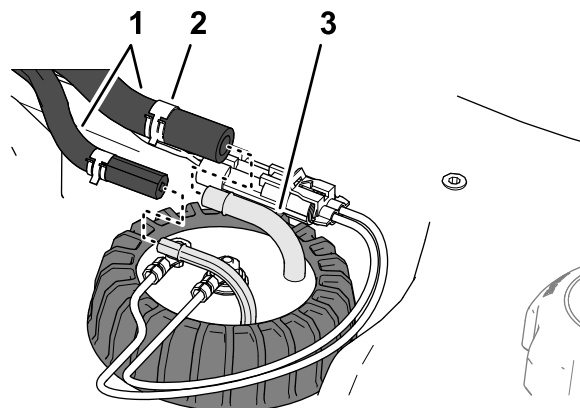

Figura 125
4. Deplasați clemele care fixează furtunurile pe fittingurile părții interioare a transmițătorului pentru combustibil și îndepărtați furtunurile de fittinguri (Figura 125).